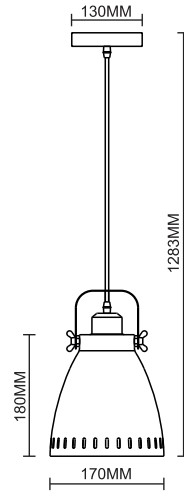

Рис.1. PL-428S-1
- Размер изделия: смотри Рис.1, 2